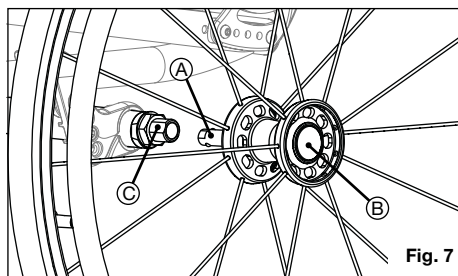

Fig. 7
- a. Skub hurtigudløserknappen (fig. 7:B) på akslen (fig. 7:A) ind, for at låsekuglerne kan trækkes tilbage. Læg mærke til forskellen mellem den udstrakte og nedtrykte stilling af akseludløserknappen og dens effekt på låsekuglerne i den anden ende af akslen.